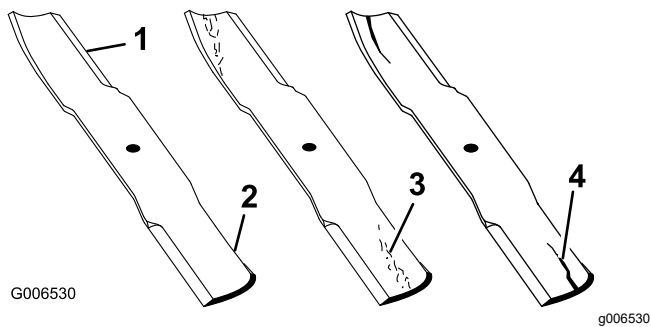

Bild 71
1. Untersuchen Sie die Schnittkanten (Bild 71).
4. Wenn Sie Risse, Verschleiß oder Rillenbildung in diesem Bereich feststellen, sollten Sie sofort ein neues Schnitmesser einbauen (Bild 71).